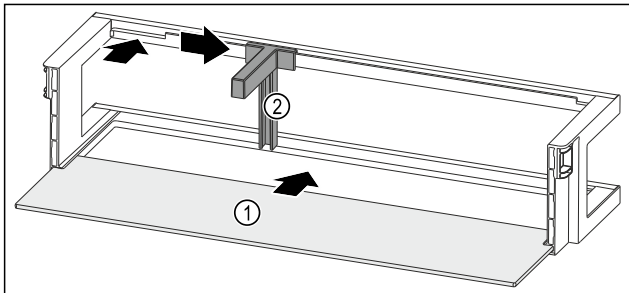

Fig. 262 Türabsteller mit Abstellfläche
- ▶ Abstellfläche Fig. 262 (1) in die seitlichen Aussparungen einschieben.
- ▶ Flaschenhalter Fig. 262 (2) in die Aussparung einsetzen.
- ▶ Flaschenhalter Fig. 262 (2) in gewünschte Position zur Seite schieben.